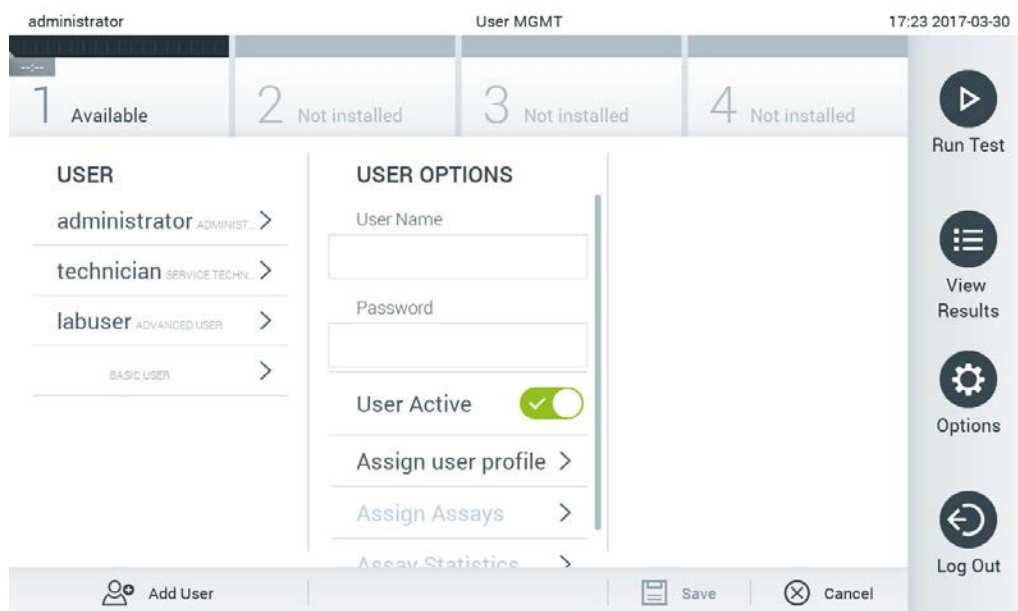

Figura 63. Adição de um novo utilizador.
1. Prima o botão Options (Opções) e, em seguida, o botão User Management (Gestão de utilizadores) para configurar os utilizadores. O ecrã User Management (Gestão de utilizadores) é apresentado na área de conteúdo do visor (Figura 63).